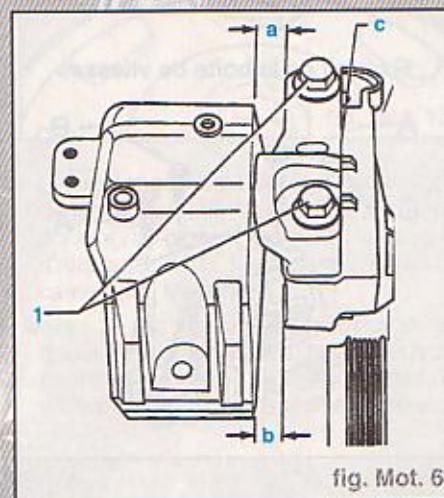

fig. Mot. 6
- fixation du moteur (fig. Mot. 6) :